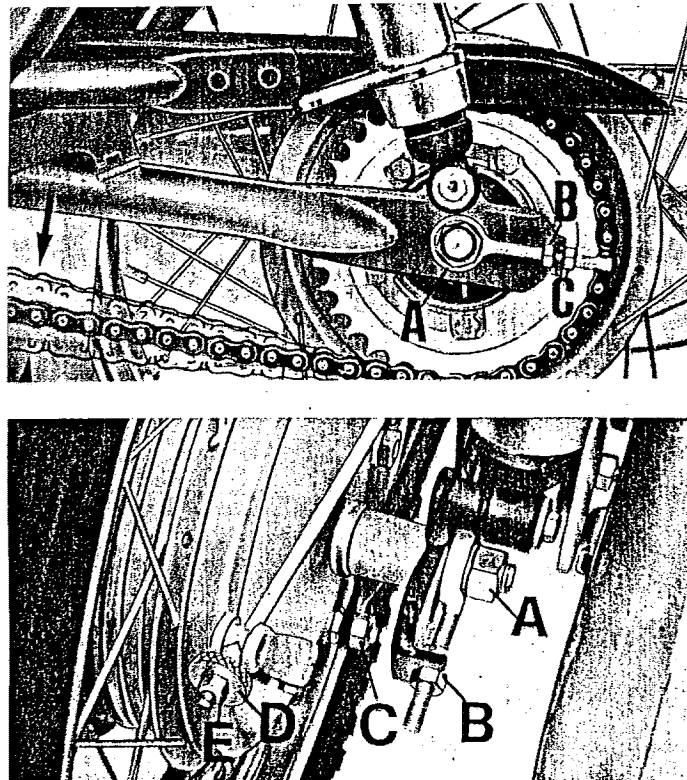

Abb.34
AUSBAU DES HINTERRADES (s. Abb.34)
MONTAGE DES HINTERRADES AN DIE SCHWINGGABELARME (s. Abb.34+35)
- die Verankerung wird am Bolzen auf der Bremsträgerplatte mittels Mutter befestigt(C aus Abb.34);
- die Kette wird über die Muttern(B aus Abb.34) eingestellt;
- die Mutter(A aus Abb.34) ist festzuziehen;
- das Spiel am Betätigungshebel wird durch Drehen am Einstellknopf(A aus Abb.34) eingestellt(s. Kapitel "Einstellarbeiten" Hinterradbremsehebel), nach beendeter Einstellung ist die selbstsichernde Mutter (E aus Abb.34) gegen den Einstellknopf zu kontern.